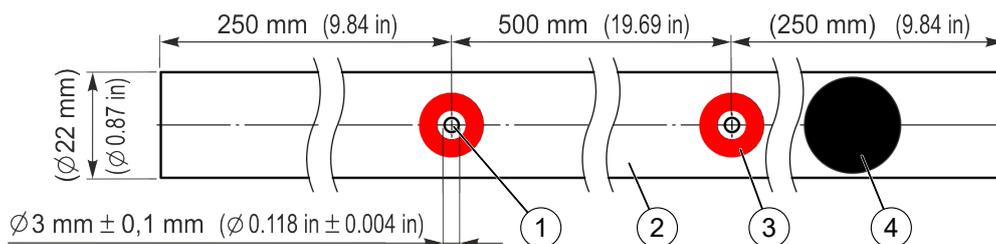

Abb. 31: Ansaugrohr
- Ansaugbohrungen (Abb. 31/1) in die Ansaugrohre (Abb. 31/2) bohren. Abstände und Bohrungsdurchmesser gemäß Abb. 31 ausführen.
- Auf den Ansaugrohren die Bereiche für die roten Bohrungsmarkierung (Abb. 31/3) entfetten.
- Schwarzen Aufkleber3) (Abb. 31/4) zentrisch über die überzählige Bohrung kleben.